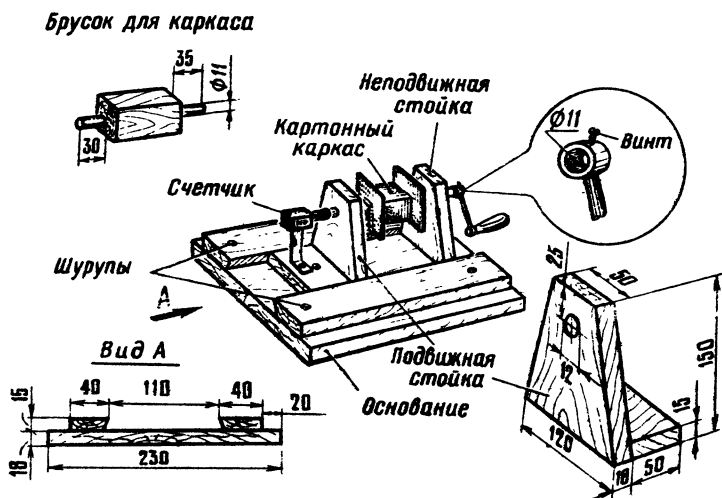

Рис. 128. Простой намоточный станок
*Простой намоточный станок* (рис. 128) позволяет наматывать катушки проводом диаметром от 0,15 до 1,5 мм виток к витку или внавал с подсчетом количества витков провода, намотанных на катушку.